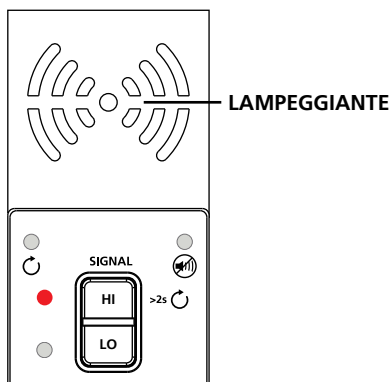

Figura 3.2b: Indicatore del trasmettitore che mostra il segnale in modalità HI
3. Selezionare la modalità segnale HIGH (Alto) premendo HI per la maggior parte delle applicazioni. Il trasmettitore apparirà come mostrato nella figura 3.2b. Il LED inizierà a lampeggiare rapidamente.